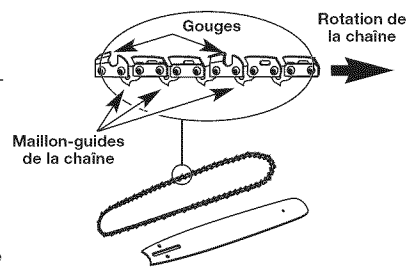

Fig. 36
1. Étalez la nouvelle chaîne coupante en la disposant en boucle et redressez les éventuels nœuds. Les gouges sur le dessus du guide doivent faire face à l'extrémité du guide, dans le sens de la rotation de la chaîne (Fig. 36). S'ils sont dirigés dans le sens inverse, retournez la boucle.
REMARQUE : Assurez-vous que la chaîne est correctement installée et que les gouges sont orientées dans la bonne direction (Fig. 36).